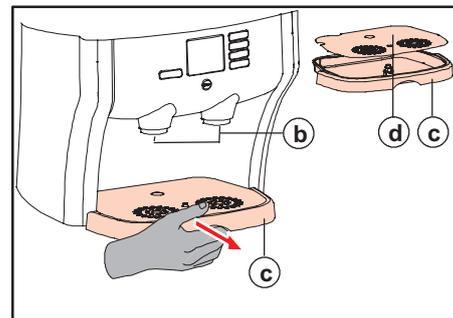

Fig. 37 Bac d'égouttage + becs de sortie des boissons
3. Retirez le bac d'égouttage (fig. 37 c).
4. Retirez la grille, videz le bac d'égouttage si nécessaire et nettoyez ces deux pièces (fig. 37 d et c).
5. Nettoyez les becs de sortie des boissons avec un chiffon propre et humide (fig. 37 b).